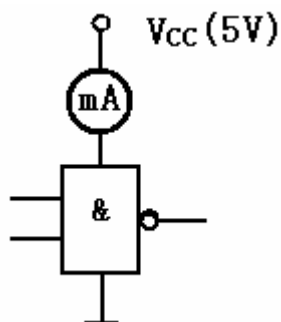

图 1-3 空载导通电流测试电路图
(1) 空载导通电流  $I_{CCL}$ ，测试电路图如图 1-3 所示。